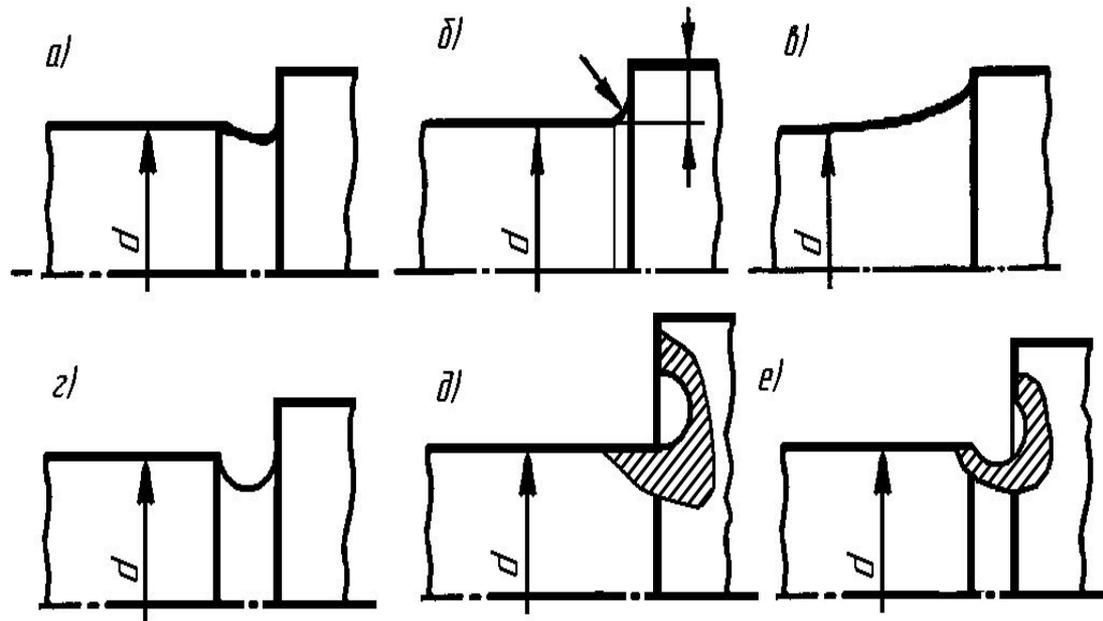

Рисунок 6 – Конструктивные разновидности переходных участков между цилиндрической поверхностью и заплечиком
**Галтель** – переходная поверхность от цилиндрической части вала к заплечику, выполненная обычно без удаления материала с цилиндрической и торцевой поверхности (рисунок 6 а, в).
**Канавка** – небольшое углубление на цилиндрической поверхности вала (рисунок 6 а, г, е)